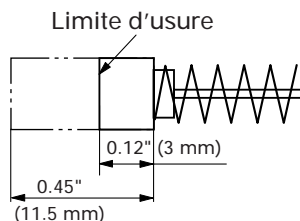

Fig. 25
4. Contrôle des balais en carbone (Fig. 25)